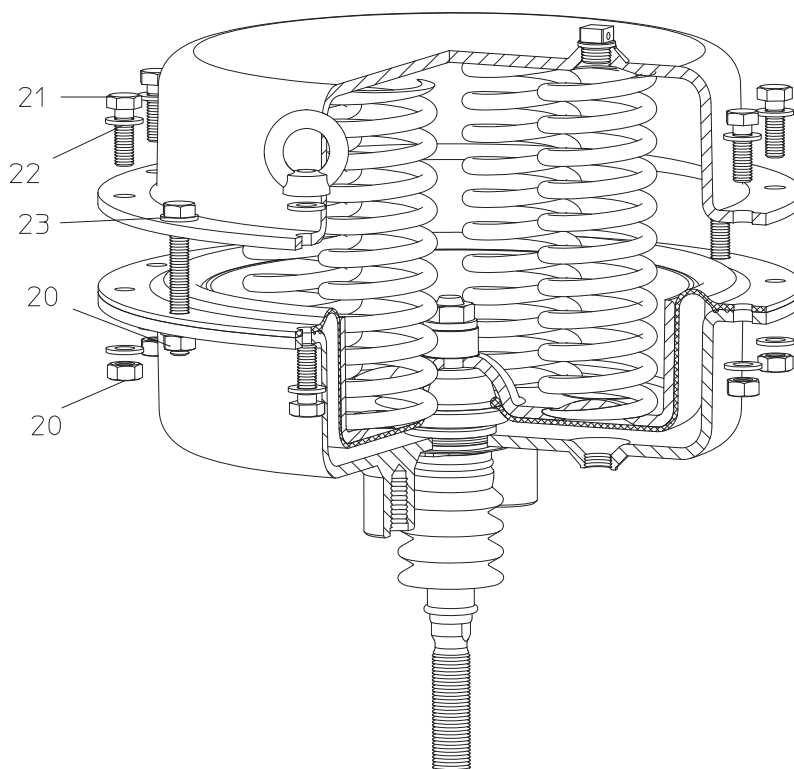

Fig. 20
- Ved aktuator med forstærket fjederforspænding (se Fig. 20) findes der ved størrelserne DP30 / DP32 og DP33 to og ved DP34 fire længere skruer (23). Skruerne løsnes sidst ensartet for på denne måde at nedbryde fjederforspændingen